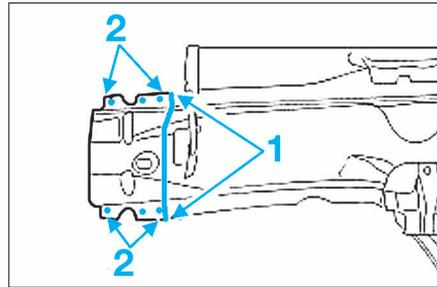

FIG. 4
- Soudure la partie extérieure de longeron, soudure en cordon continu sous protection gazeuse (1) et soudure par résistance par points (2) (Fig.4).